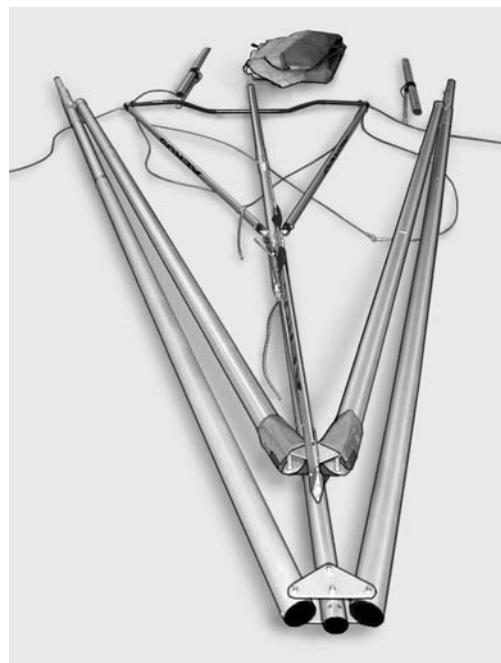

Рисунок 41
6. На этой стадии сборка дельтаплана DISCUS из 2-метрового пакета окончена и каркас готов к одеванию обшивки (Рис. 41).